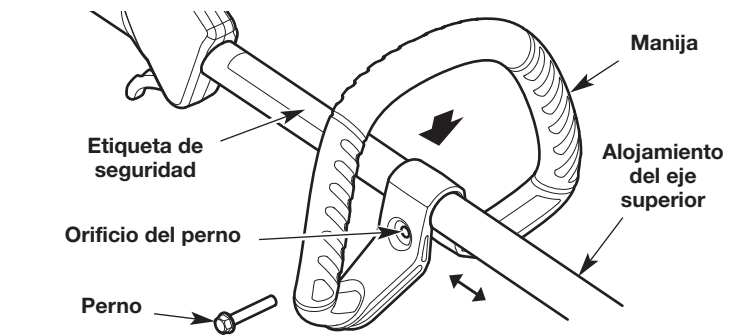

Fig. 6
1. Oprima la manija hacia abajo sobre el alojamiento del eje superior (Fig. 6). Asegúrese de que el orificio del perno mire hacia la derecha (Fig. 6).
2. Inserte el perno en el orificio del perno y oprímalo para que pase a través de él (Fig. 6). Ajuste el perno con un destornillador de cabeza plana, pero no lo ajuste completamente.
3. Mantenga la unidad en la posición de funcionamiento (Fig. 14). Mueva la manija hacia arriba o abajo del alojamiento del eje superior hasta que esté en una posición cómoda (Fig. 6). Compruebe que la manija esté ubicada más allá del extremo de la etiqueta de seguridad (Fig. 6).
1. Afloje el perno con un destornillador de cabeza plana (Fig. 6).
2. Mantenga la unidad en la posición de funcionamiento (Fig. 14). Mueva la manija hacia arriba o abajo del alojamiento del eje superior hasta que esté en una posición cómoda (Fig. 6). Compruebe que la manija esté ubicada más allá del extremo de la etiqueta de seguridad (Fig. 6).